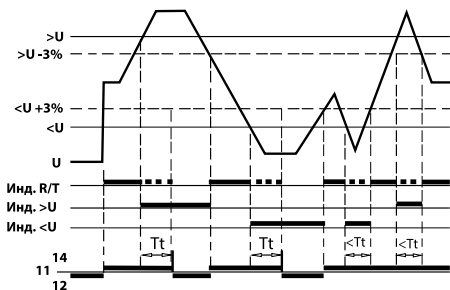

Рисунок 6. Схема работы реле RH-1
6.2. При расчете напряжения повторного подключения следует учитывать гистерезис, который составляет 3% от установленного верхнего или нижнего значения (рисунок 6). Например, при установке верхнего значения напряжения 265 В, значение гистерезиса составит $265 * 0,03 = 7,95$ В, т. е. при сниже-